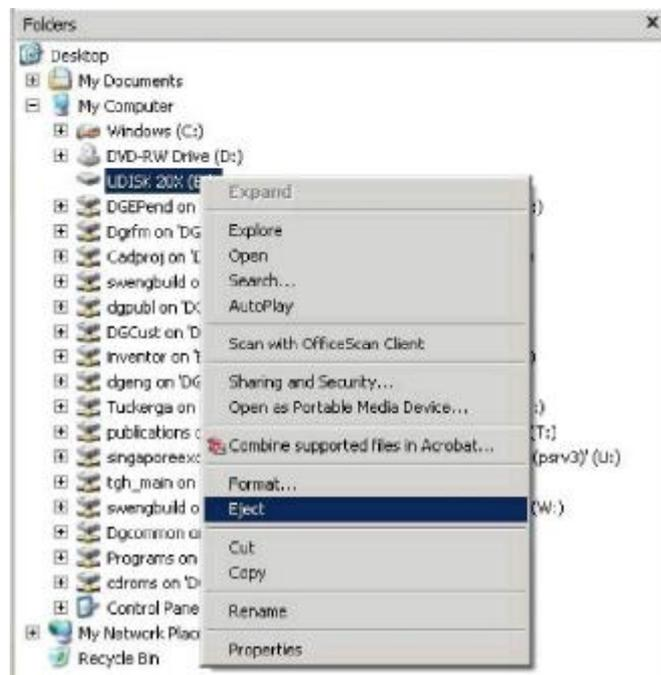

Рисунок 8-2. Извлечение флэш-накопителя из проводника Windows.
2. Правой кнопкой мыши щелкните на **UDISK 20X (E)** (Рис. 8-2)